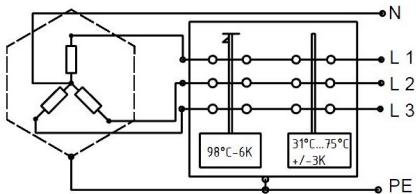
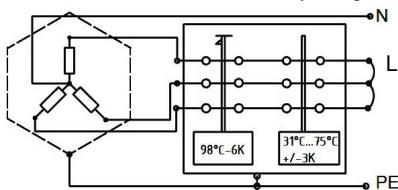

Bild1: Dreiphasiger Anschluss 400 V (Lieferzustand)
Bild 2: Einphasiger Anschluss 230 V (max. 3 kW)
4. Elektrischen Anschluss (siehe Schaltbilder nach Bild 1 und 2) herstellen und auf richtige Anschlussspannung achten. Vor der ersten Inbetriebnahme ist nochmals die vollständige Verschaltung gemäß Schaltbild zu überprüfen.
5. Die Einschraubheizkörper sind serienmäßig dreiphasig in Sternschaltung zum Anschluss an 400V geschaltet und für Direktsteuerung ausgelegt (Bild 1). Der Sternpunkt darf nicht mit dem Schutzleiter verbunden sein. Bei Leistungen bis 3 kW ist auch ein einphasiger Anschluss mit Direktsteuerung für 230 Volt möglich, wobei der Heizkörper gemäß Bild 2 verschaltet werden muss. Hierzu ist die am Sternpunkt angebrachte Schraubklemme vorgesehen. Dies darf ausschließlich durch einen Elektrofachmann ausgeführt werden.